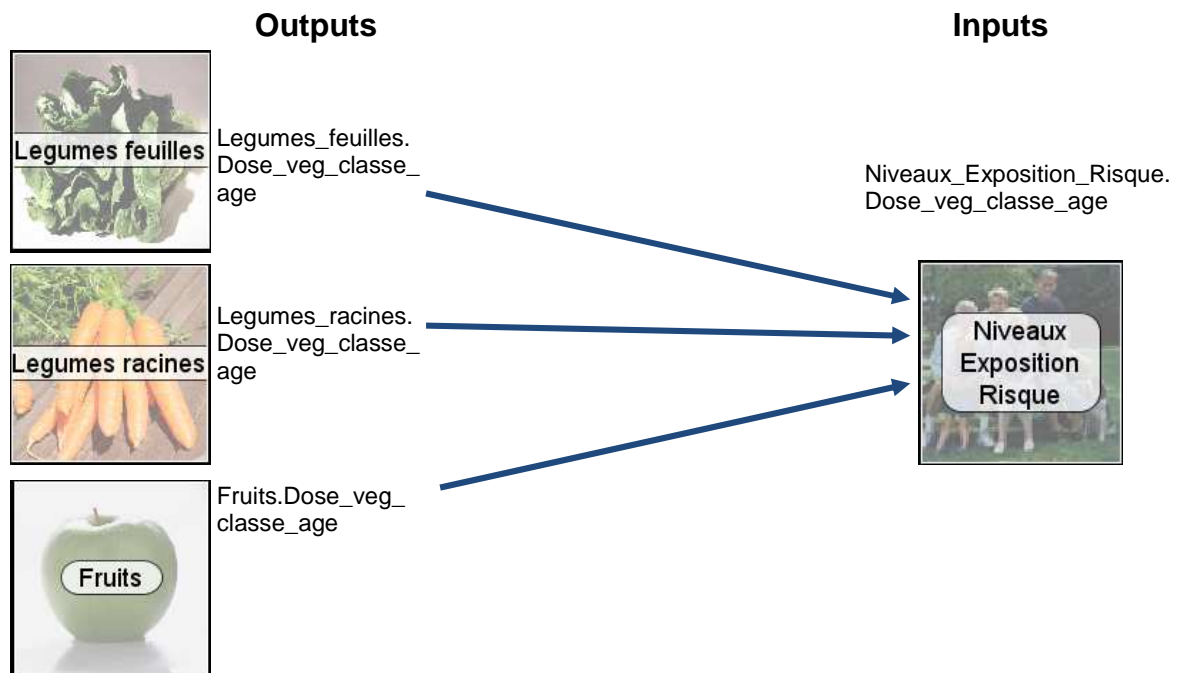

Figure 20 : Illustration d'une connexion multiple vers la même donnée d'entrée
**Les données d'entrée du module *Niveaux\_Exposition\_Risque* sont connectables aux données de sortie de plusieurs modules. Les différentes données de sortie connectées à la même donnée d'entrée sont en fait sommées dans cette donnée d'entrée.** Ainsi, les doses d'exposition par ingestion de légumes-racines, de légumes-feuilles et de fruits peuvent être sommées dans la donnée d'entrée correspondante du module *Niveaux\_Exposition\_Risque* (cf. Figure 20).